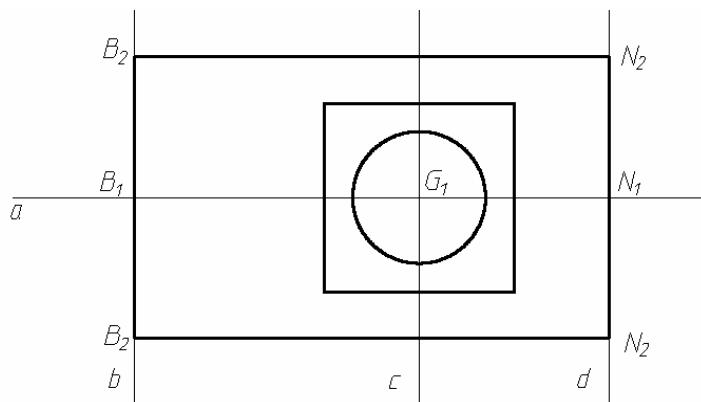

Рис. 18. Построение окружности и квадрата
Увеличим на весь экран построенный контур вида сверху так, как объяснено в п. 6.1.1. На увеличенном изображении (рис. 18) построим окружность диаметром 28 мм и квадрат со стороной 40 мм.
2. На запрос **Центр круга...**: установим курсор (см. рис. 18) в центр «будущей» окружности т. **G1** (при включенной объектной привязке курсор должен автоматически притянуться к этой точке) и зафиксируем клавишей **Enter**.
Квадрат (см. рис. 18) построим по заданному центру в т. **G1** и стороне 40 мм. Для построения квадрата рационально использовать команду **Многоугольник**, которая позволяет сформировать многоугольник с любым количеством углов.